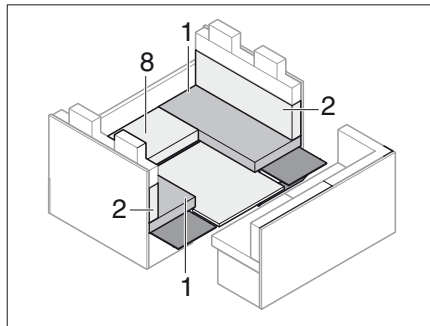

Bild 199 Under ombyggnaden
- Ta bort sittdynan (Bild 199,8) och underlaget.